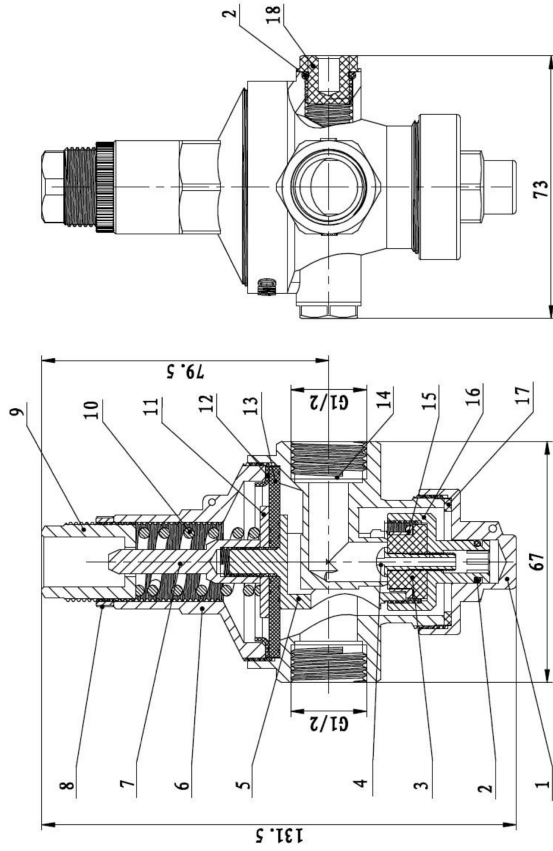

Рис.1
- 2.13 Таблицы и присоединительные размеры приведены на Рис. 1.
- 2.14 Наименование деталей позиций (см. Рис.1) и материалы приведены в Таблице1.